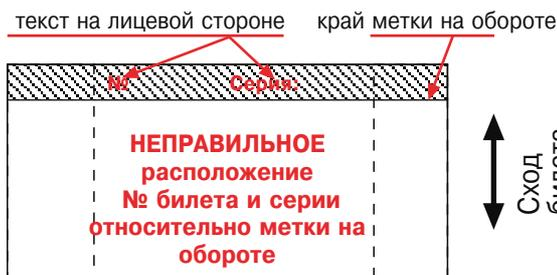

Рис. 8. Совмещенное изображение лицо-оборот («на просвет»)
**2. Поле для допечатки серии и номера билета на лицевой стороне билета не должны попадать или быть на границе метки на оборотной стороне.** Это приводит к сбоям при нумерации. (Рис. 8).